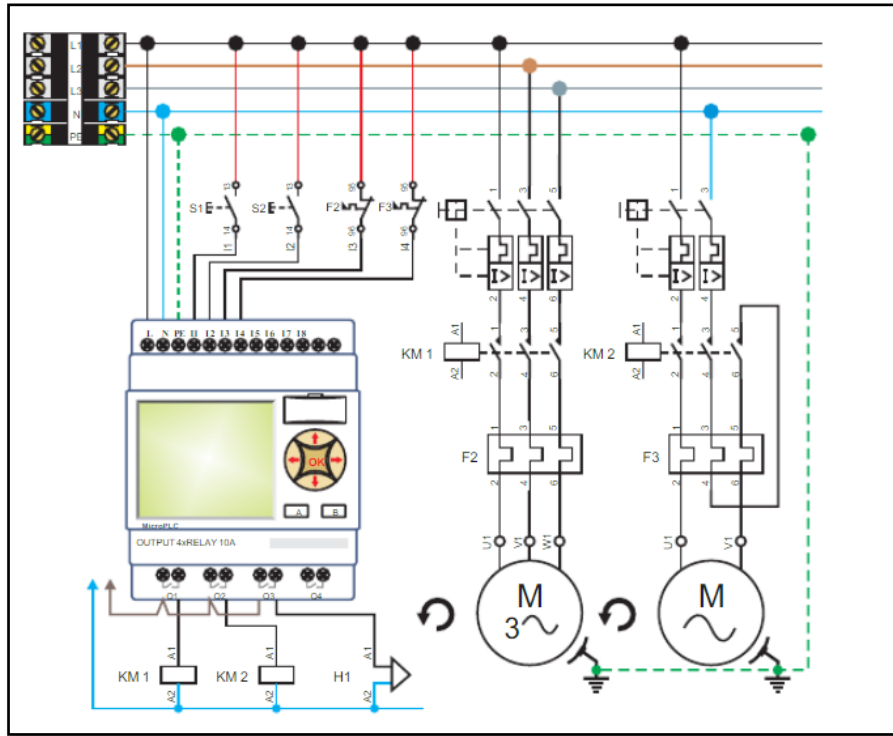

Figura 1. Diagrama de conexiones aplicación industrial
Teniendo en cuenta la información anterior y el diagrama que se comparte a continuación (Figura 1), donde se observa un sistema de control con PLC, desarrolle el taller resolviendo los siguientes puntos:
1. Realice una tabla identificando cada una de los componentes del diagrama y enumérellos sobre la imagen (Figura 1).